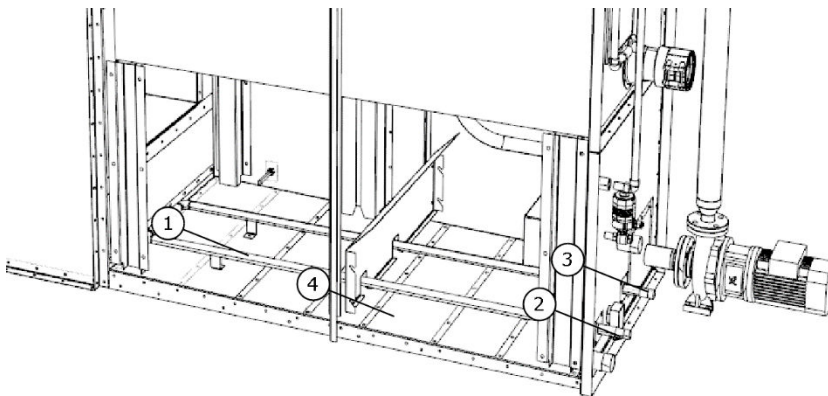

Abb. 47 Rohrheizschlange (Abbildung kann optionale Komponenten enthalten)
Die Rohrheizschlange (1) besteht aus rostfreiem Stahl und ist in der Wanne (4) des Rückkühlwerkes verbaut und verfügt über einen Vorlaufanschluss (2) für warmes Fluid und einen Rücklaufanschluss (3) für kaltes Fluid. Ein Vertauschen von Vorlauf und Rücklauf hat keinen Einfluss auf die Funktionsfähigkeit der Rohrheizschlange (s. Abb. 47)